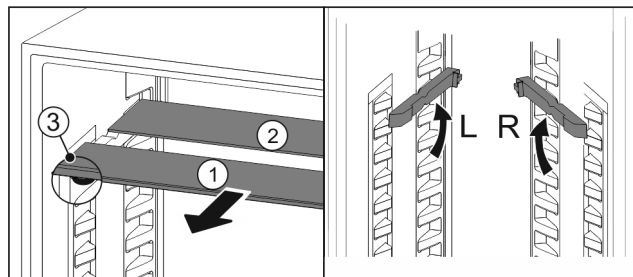

Fig. 84
- ▶ По одной извлеките Fig. 84 (1) стеклянные панели движением вперед.
- Стеклянная панель Fig. 84 (1) с декоративной планкой лежит спереди.
- Стопоры Fig. 84 (3) показывают вниз.